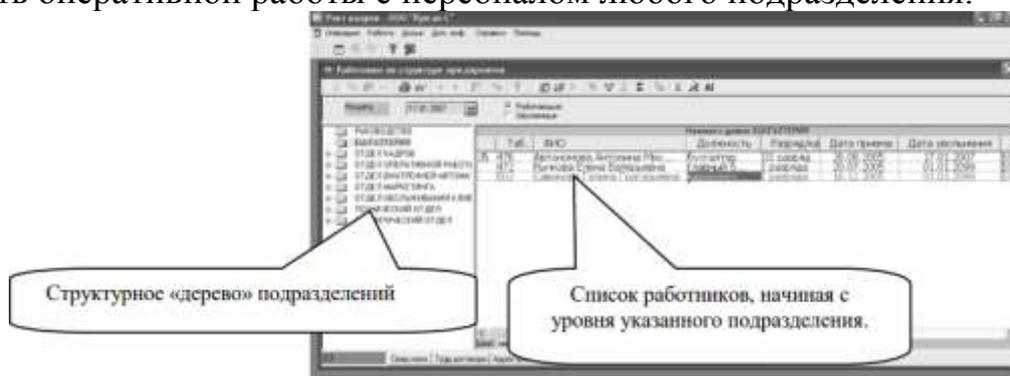
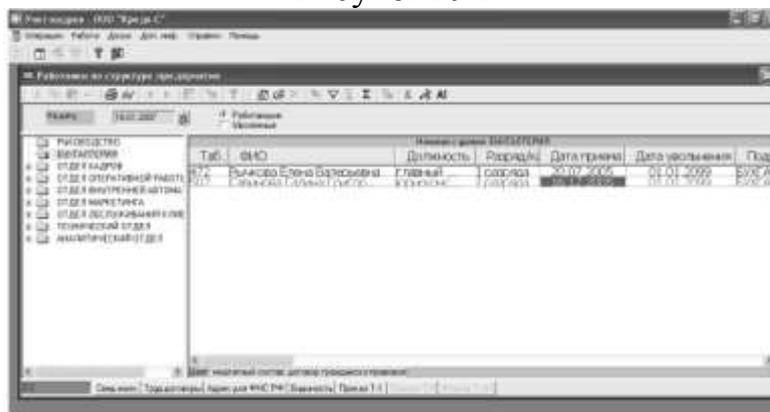

Рисунок10-1
Рисунок 10-2
информацию в списке. Например, работник уволен 17.01.2007. Следовательно, на дату равную 17.01.2007, работник отражается в списке (Рис.10-1), а на 18.01.2007 уже нет, (Рис.10-2).
- Если переключатель установлен в положение *Работающие*, но работник уволен будущим числом, то он будет отмечен в списке значком (Рис.10-1). Если переключатель установлен в положение *Уволенные*, то у всех уволенных работников будет стоять значок (Рис.10-2).